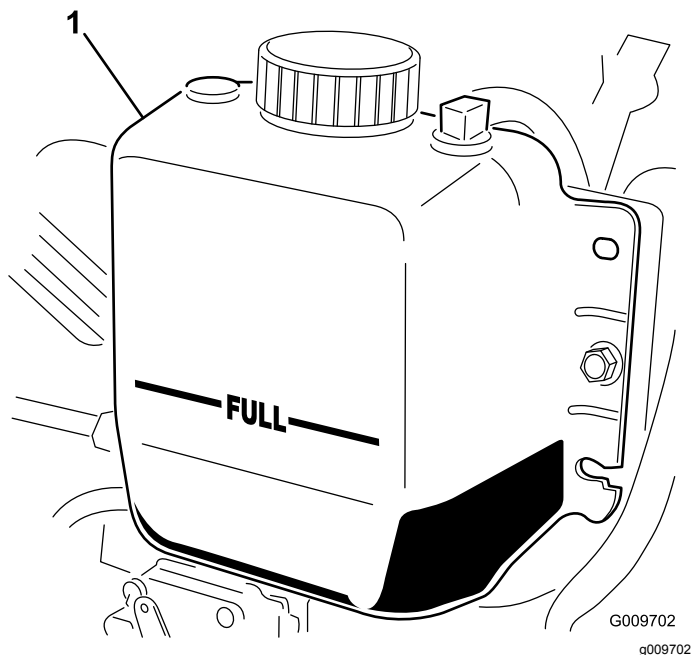

Figure 17
2. Vérifiez le niveau du liquide de refroidissement dans le radiateur. Le radiateur doit être rempli jusqu'en haut du goulot de remplissage et le vase d'expansion jusqu'au repère maximum (Figure 17).